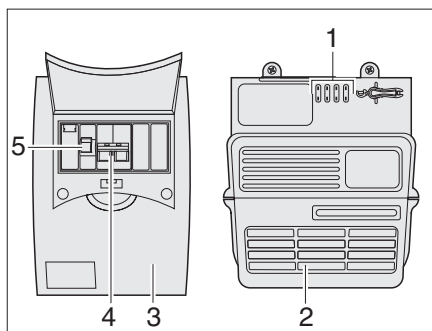

Bild 89 Transformatornhet och automatsäkring
230 V-automatsäkringen (Bild 89,3) är monterad bredvid transformatornheten (Bild 89,2).
I säkringslådan (Bild 89) finns huvudsäkringen (Bild 89,4) och en jordfelsbrytare (Bild 89,5).
Jordfelsbrytaren (Bild 89,5) mäter strömflödet från strömtillopps- och returledningen. Om det är en jämvikt mellan de båda ledningarna aktiveras inte jordfelsbrytaren. Om det uppstår en differens mellan ledningarna avbryter brytaren strömflödet omedelbart. På så sätt förhindras farliga strömolöcksfall.
- Tryck huvudbrytaren (Bild 89,4) uppåt till läge "ON".
- Tryck jordfelsbrytaren (Bild 89,5) uppåt till läge "ON".